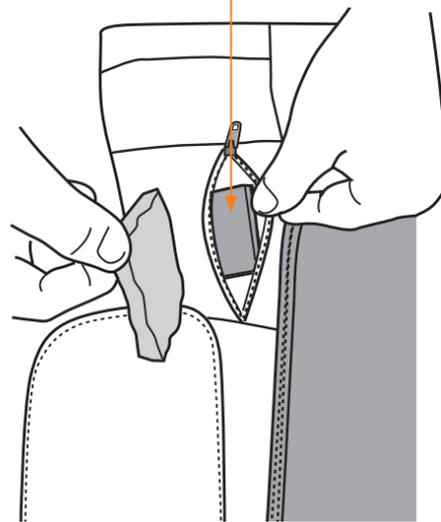

Fig.24
2. Ouvrez la fermeture à glissière et retirez le carré en mousse (Fig.24).